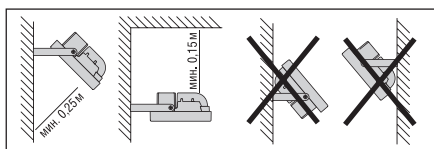

Рис.3
- При установке соблюдайте правила, указанные на Рис.3.